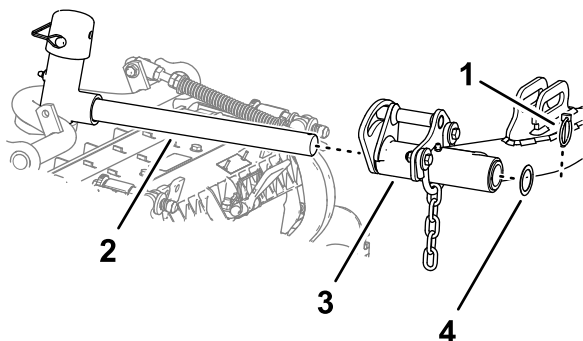

Figure 22
5. Glissez une unité de coupe sous le bras de levage (Figure 22).